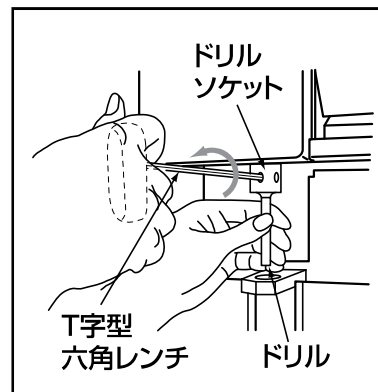

図39
- 2.付属のT字型六角レンチで、ドリルソケットのドリル固定ネジ(2本)をゆるめてください。 **図39 参照**